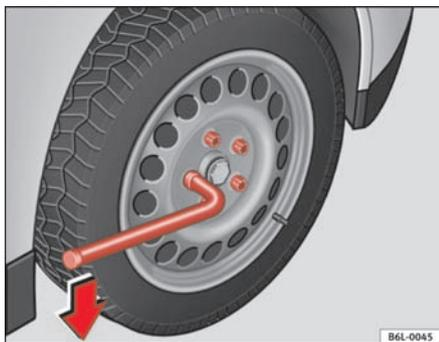

Fig. 141 Cambio de rueda: aflojar los tornillos de rueda
- Agarre la llave por el extremo y gírela aproximadamente una vuelta hacia la **izquierda** ⇒ fig. 141.